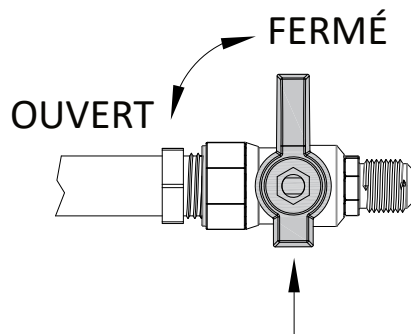

Figure 7.14 - Fermeture du robinet d'arrêt de gaz
1. En premier, repérez le robinet d'arrêt manuel principal (situé en amont du raccord d'alimentation de l'appareil) et fermez le robinet d'arrêt (Figure 7.14). Ensuite, coupez l'alimentation électrique au foyer.